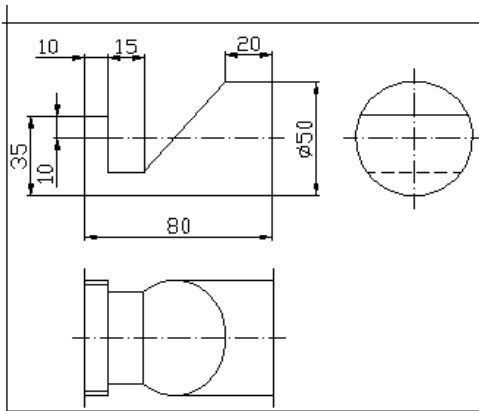

Рис.18
**Ставим размеры на чертеже (рис.18).**